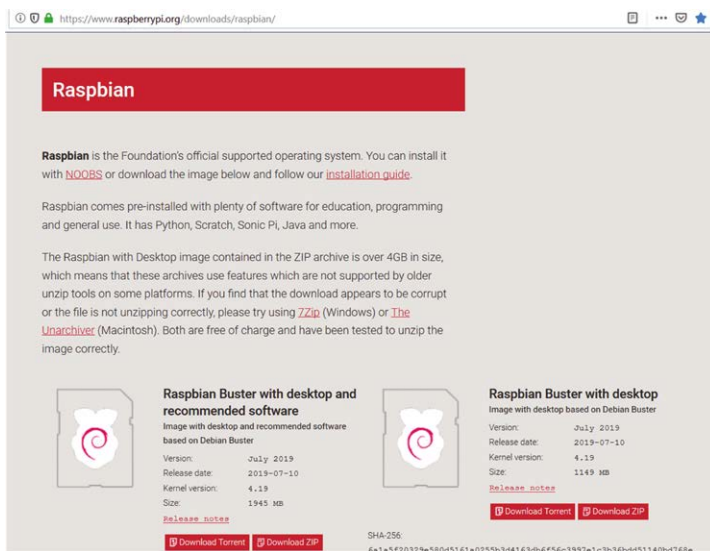

Figure 2.1 Page de téléchargement de Raspbian Buster
- Télécharger l'image de Buster dans un dossier sur votre PC (p. ex., C : RPIBuster) à partir du lien suivant en cliquant sur le fichier ZIP à la section Télécharger **Raspbian Buster avec logiciel de bureau et recommandé** (voir la figure 2.1). Au moment de l'écriture de ce livre, le fichier s'appelait : **2019-07-10-raspbian-buster-full.img**. Vous devrez peut-être utiliser le logiciel Windows 7Zip pour décompresser le téléchargement car certaines des fonctionnalités ne sont pas prises en charge par les anciens logiciels de décompression.